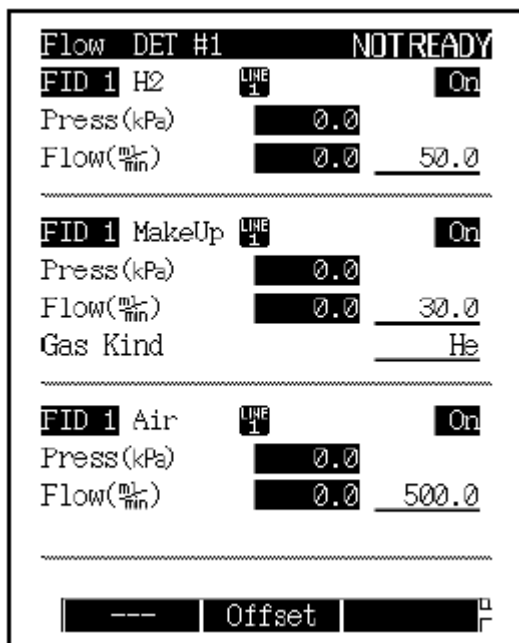

图 3.6.3
- (2) 关掉电源，等待至柱箱足够冷却。
- (3) 打开电源，等待约 1 分钟。
- (4) 依次按[DET]键，[PF2]键和切换键。屏幕显示如图 3.6.3.
- (5) 需确认各气体流量监控器没有改变。如果改变，等待一段时间，再按 PF2 键，在监控器的底部出现信息 “Zero Calibration Start”。约 10 秒，出现信息 “Zero Calibration completed”，APC校准完毕。
- (6) 返回 “Start GC” 设置到原始状态。